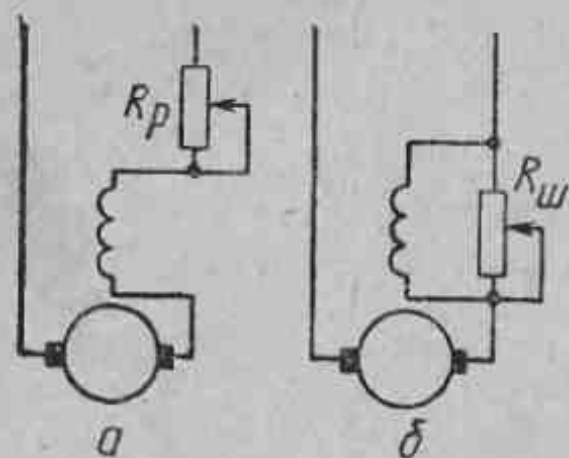

Рис. 59. Регулирование скорости двигателей последовательного возбуждения: а — изменением подводимого напряжения; б — шунтированием обмотки возбуждения.
Скорость двигателя последовательного возбуждения регулируют несколькими способами. Как видно из формулы (32), скорость двигателя можно регулировать, изменяя подводимое напряжение. В этом случае вместо пускового реостата, рассчитанного на кратковременное прохождение тока, ставят регулировочный (рис. 59, а). Такой способ регулирования неэкономичен из-за больших потерь электроэнергии в реостате.
Более экономично регулирование скорости вращения двигателя изменением магнитного потока Φ . С этой целью регулировочным реостатом шунтируют обмотку возбуждения (рис. 59, б), вследствие чего магнитный поток Φ уменьшается, а скорость вращения увеличивается.